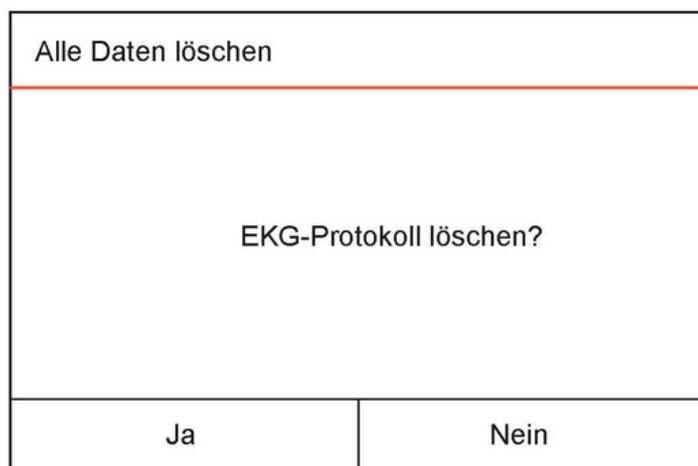

Abbildung 4.5 EKG-Eintrag löschen
- Halten Sie die OK-Taste „“ gedrückt, um ein Popup-Fenster zum Löschen der Welle anzuzeigen; siehe Abbildung 4.5. Sie können gemäß der Mitteilung alle Daten des EKG-Eintrags löschen.